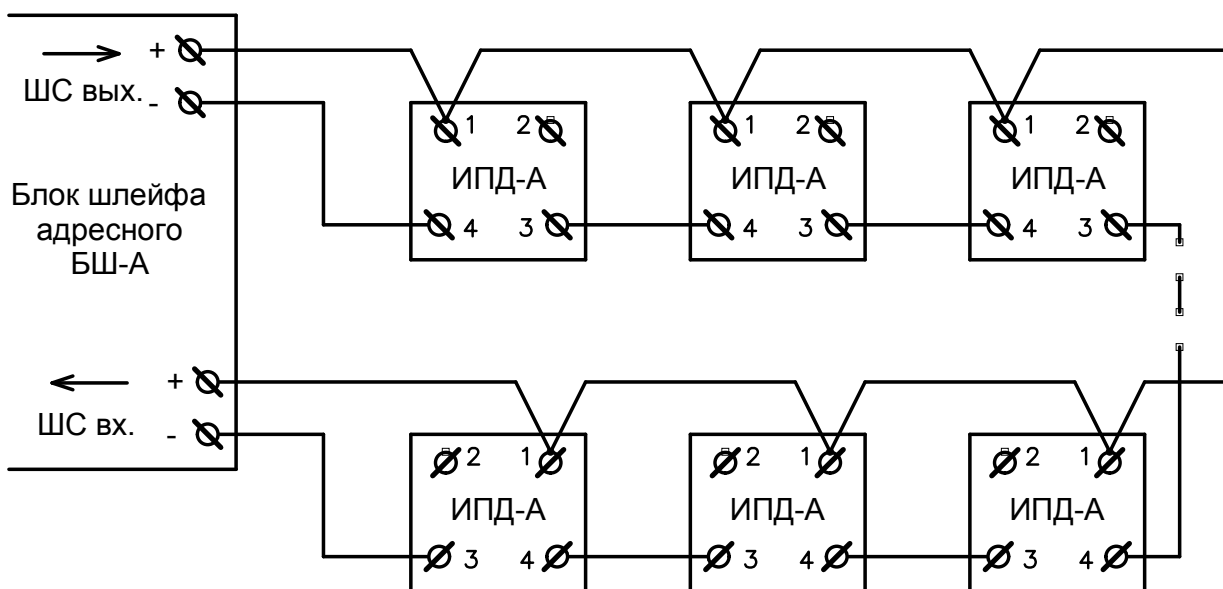

Рис. 4. Схема включения извещателей
- если необходимо, подключить внешнее устройство оптической сигнализации (ВУОС) в соответствии с рис. 4, 5.